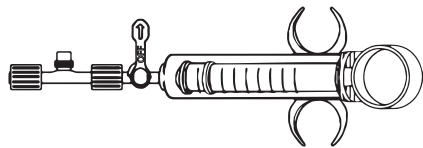
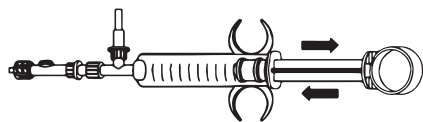

Рисунок 2. Корпус сенсора, запорный кран и шприц
Рисунок 3. Наполнение и вытеснение пузырьков с помощью контрольного шприца
- Подсоедините шприц к 2-ходовому одностороннему клапану (рис. 3) или к 3-ходовому запорному крану (рис. 2).
- Наполните систему раствором; для этого выполняйте аспирацию с последующей утилизацией раствора с помощью шприца до полного вытеснения воздуха (см. рис. 3).